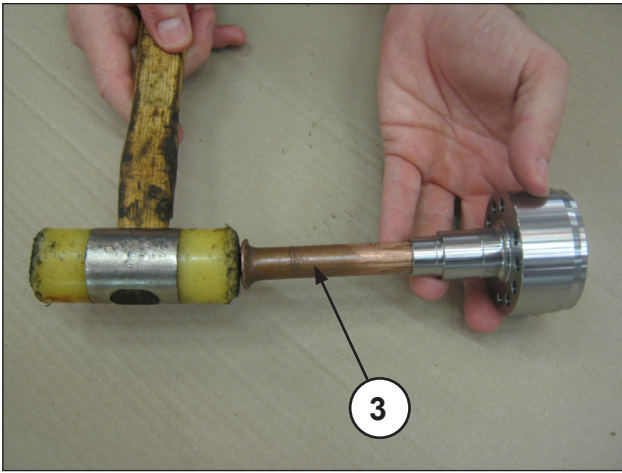

Abb. 34
- Mit abgetrenntem HD-Dichtungshalter und mit einem passenden Dorn (Pos. ③ Abb. 34) ziehen Sie den HD-Dichtungssatz (Hochdruck) (Pos. ④ Abb. 35) heraus und entnehmen schließlich die Kopfdichtung (Abb. 36).